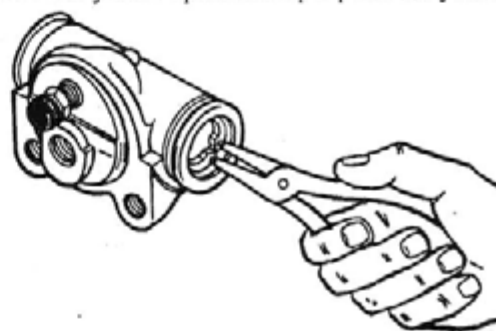

Рис. 179. Круглозубцы для удаления упорного кольца
• пружинное упорное кольцо без необходимости удалять не следует. Но если по каким-либо причинам кольцо необходимо удалить, то для этого применяют специальные круглозубцы (рис. 179). Введя круглые губки инструмента в два специальных отверстия на кольце, сожмите круглозубцы и выньте кольцо из цилиндра;